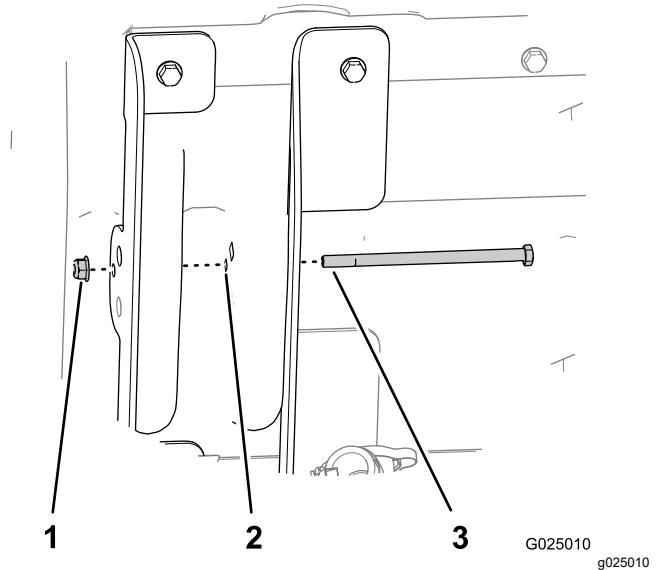

Figura 7
7. Inserite il bullone a testa esagonale (5/16" x 5½") nel foro da 8 mm della staffa di sollevamento interna (flangiatura lunga), nella struttura del pianale e nella staffa di sollevamento esterna (flangiatura corta), come illustrato nella Figura 7.
8. Fissate il bullone con il dado flangiato (5/16") serrandolo a mano (Figura 7).
- Serrate saldamente il dado flangiato che fissa il bullone (5/16") (**Figura 7**).